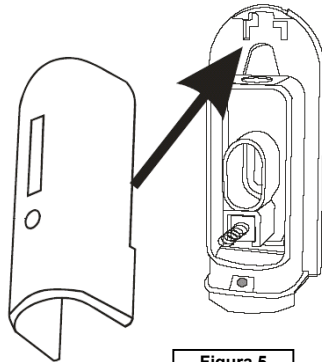

Figura 5
- Cerrar y fijar la tapa con el tornillo correspondiente (ver la figura 5).